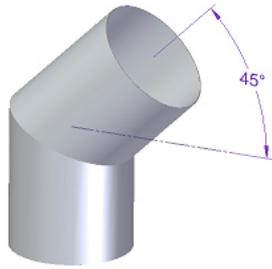

Fig. 29 – Inclinaison **correcte** des coudes
- \* En conditions nominales de fonctionnement, le tirage des gaz de combustion doit être à l'origine d'une dépression de 12 Pa un mètre au-dessus du col de la cheminée. Pour effectuer une bonne installation, au moins 2 mètres de tube métallique de cheminée de même diamètre que la sortie de fumées du poêle à bois devront être appliqués verticalement. On pourra ensuite utiliser de nouveaux éléments de tubage d'une inclinaison maximale de 45 °. Les figures 29 et 30 montrent les inclinaisons correcte et incorrecte en cas de besoin d'un coude.